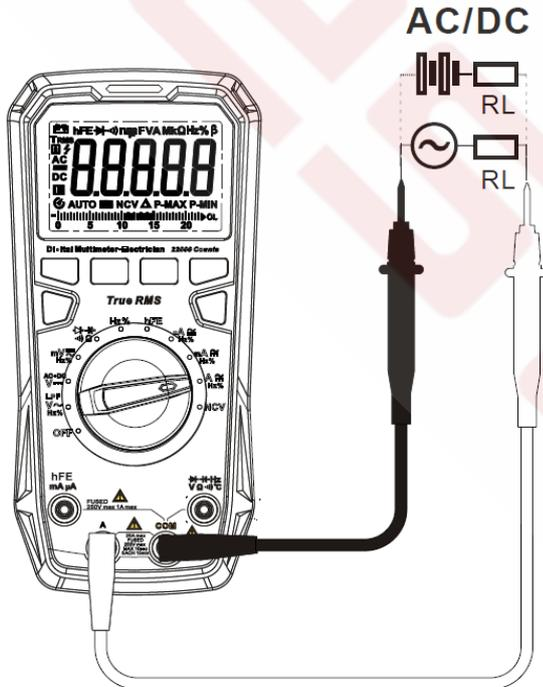

Рисунок 15
**8.12. Измерение постоянного и переменного тока (см. рисунок 15)**